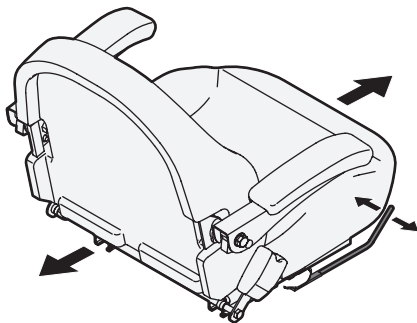

Figura 21
3. Suelte la palanca de ajuste. Asegúrese de que el asiento esté fijo en su posición antes de operar el tractor. Consulte la Figura 21.